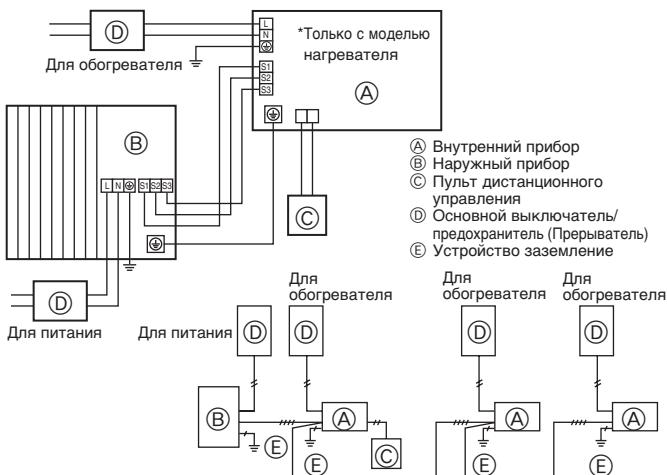
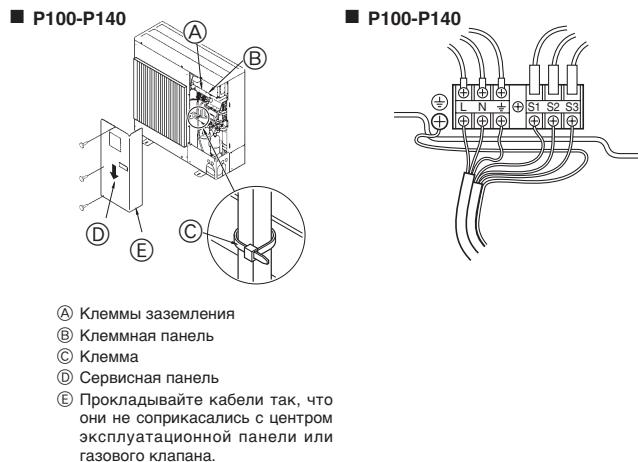

Fig. 6-1
Fig. 6-2
6.1. Наружный прибор (Fig. 6-1, Fig. 6-2)
- ① Снимите защитную панель.
- ② Подсоедините кабели, как указано на рис. 6-1 и рис. 6-2.